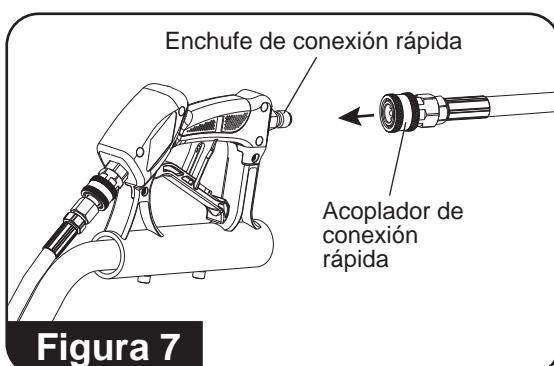

Figura 7
7. Inserte el acoplador de conexión rápida de la manguera de presión en el enchufe de conexión rápida del gatillo. **(Consulte la figura 7)**